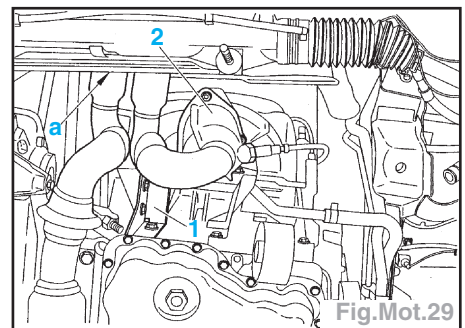

Fig.Mot.29
- Désaccoupler le tube d'échappement de la bride en «a» (Fig.Mot.29).